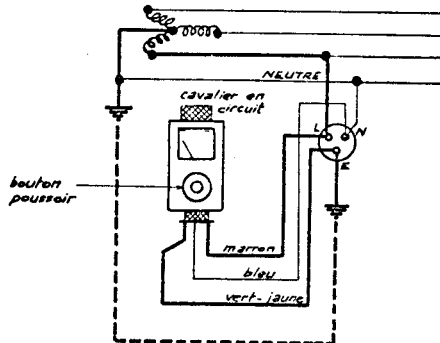

FIG. 2
4.1.1 Contrôle d'une prise Secteur 3 points -voir fig:2- (phase - neutre - terre)